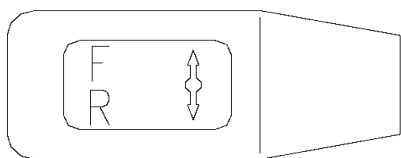
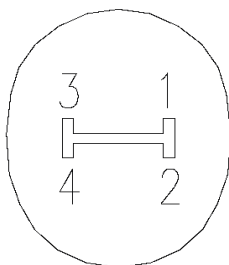
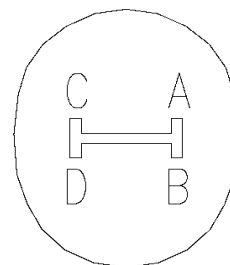

Рис. 2-24. Рычаг реверса А
Рис. 2-25. Главный рычаг переключения передач В
Рис. 2-26. Рычаг переключения диапазонов С
- Переключение диапазонов и передач на тракторе выполняется с помощью рычага реверса (рис. 2-24), рычага переключения передач (рис. 2-25) и рычага переключения диапазонов (рис. 2-26), которые обеспечивают в общей сложности 16 + 16 передач. Рычаг реверса А используется для переключения между передачами переднего и заднего хода; рычаг переключения передач В предназначен для переключения между 4 передачами (1, 2, 3 и 4); рычаг переключения диапазонов С позволяет переключаться между 4 диапазонами (А — диапазон низких скоростей, В — диапазон средних скоростей, С — диапазон средних-высоких скоростей, D — диапазон высоких скоростей).